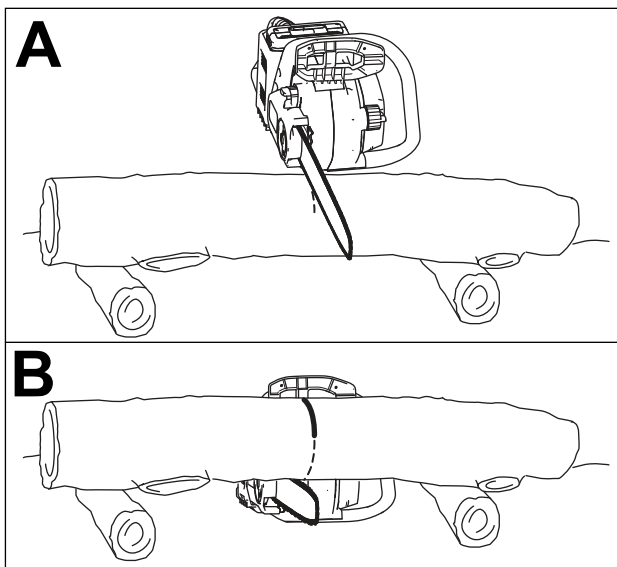

Bild 19
- Wenn Sie Zweige von einem gefällten Baum abschneiden oder einen Baumstamm in Längen schneiden, stützen Sie den Baumstamm mit Bodenfreiheit (empfehlenswert ist ein Sägebock) ab, siehe **Bild 19**.